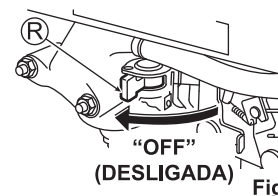

Fig. 16
3. Coloque a torneira de combustível (R) em "OFF" (DESLIGADA). (Veja a fig. 16)